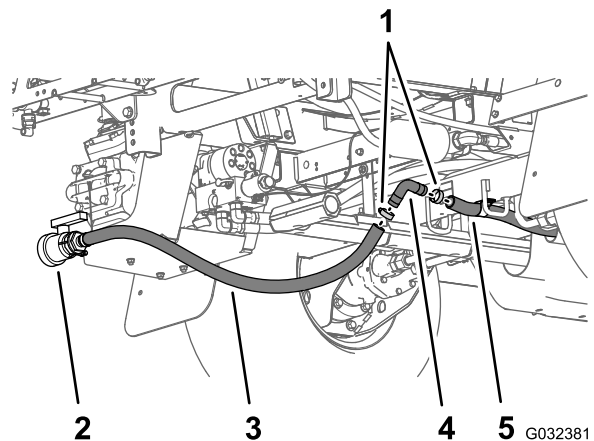
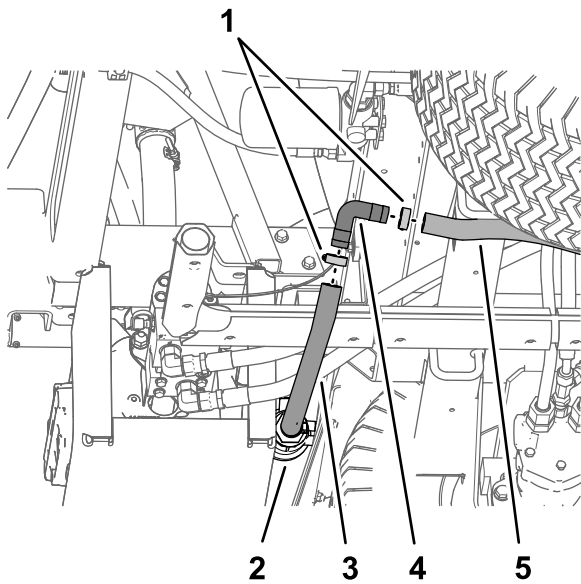

Figura 46
Figura 47
- Insira a união estriada de 90° que retirou no passo 3 no tubo da válvula de drenagem e no tubo de drenagem do depósito traseiro (Figura 46 e Figura 47).
9. Prenda a união estriada de 90° e os tubos de drenagem com as 2 braçadeiras de tubos que retirou no passo 2 (Figura 46 e Figura 47).